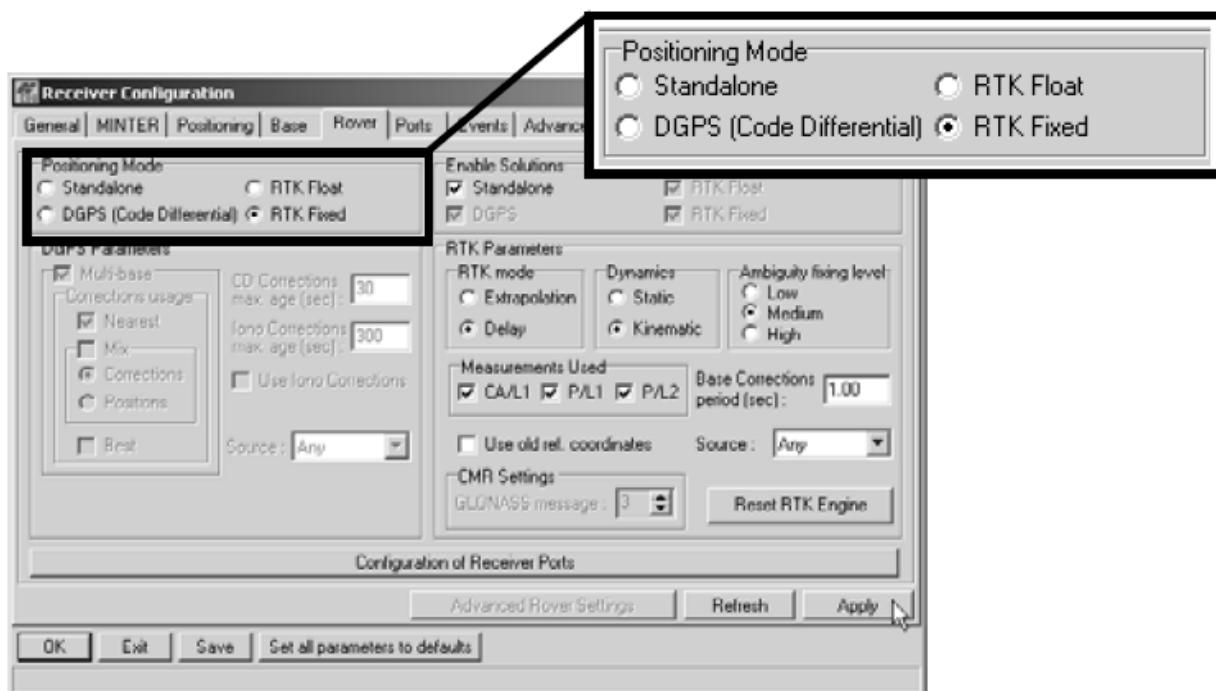

Рисунок 3-11. Настройка подвижной станции
5. Выберите вкладку *Rover* (*Подвижная станция*) и установите нужный *Positioning Mode* (*Режим местоопределения*), см. рис. 3-11.